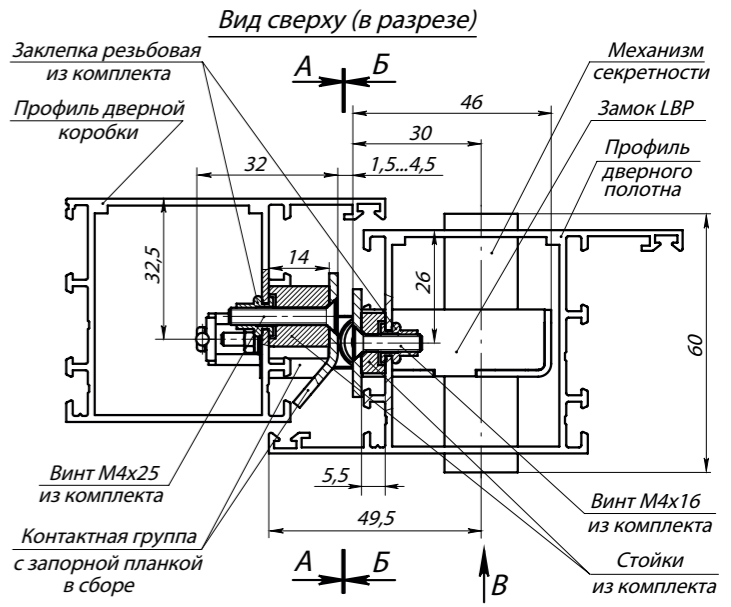

Рис. 3. Замок с контактной группой PERCo-BP2 в сборе (виды А, Б и В изображены на установочных шаблонах)
- профили дверного полотна AGS68_6863, AGS50_5213 и профили дверной коробки: AGS68_6864, AGS50_5215 (ООО «Агрисовгаз»), или аналогичные им по своему сечению (см. рис. 3).